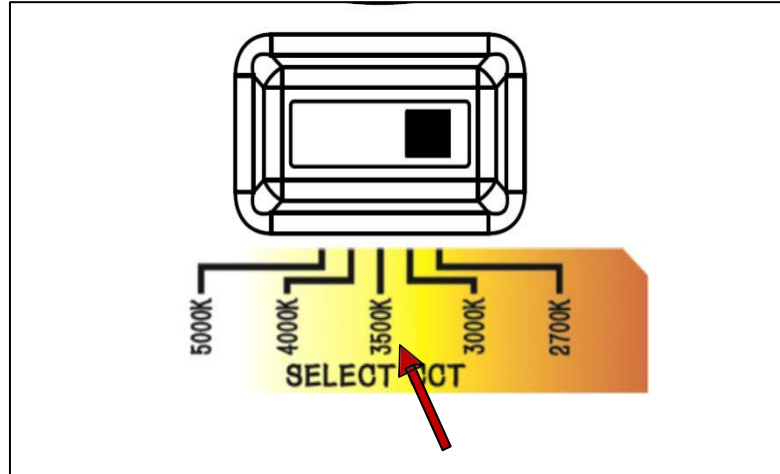

Figura 3
3. Antes de la instalación: En la parte posterior del dispositivo, busque el interruptor para seleccionar la temperatura de color. Elija su configuración: coloque el interruptor en la temperatura de color del LED deseada: 2700K (suave); 3000K (cálido); 3500K (neutro); 4000K (frío); 5000K (luz diurna). que se muestra en la *Figura 3*. Vuelva a ensamblar la varilla de montaje semiempotrada en el accesorio girándola en el sentido de las agujas del reloj hasta que esté completamente apretada, luego ensamble la cubierta del dosel a la varilla girando el dosel en el sentido de las agujas del reloj hasta que esté completamente apretado. (ver *Figura 4*)